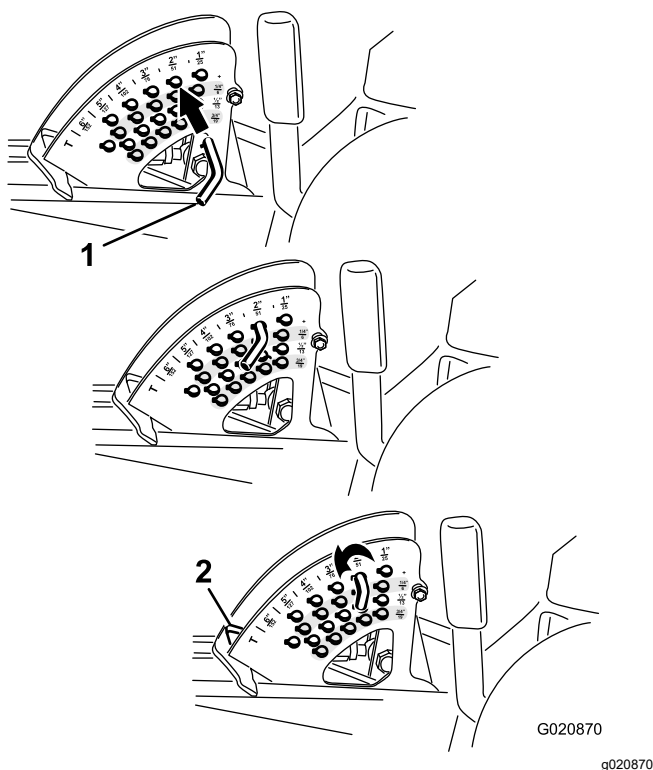

Figure 12
2. Tournez la goupille de butée jusqu'à ce que la goupille cylindrique située à l'intérieur soit en face des trous du support de hauteur de coupe et retirez-la (Figure 12).
3. Placez la goupille dans le trou du support correspondant à la hauteur de coupe voulue et tournez-la pour la verrouiller en place (Figure 12).
Remarque: Il y a 4 rangées de trous (Figure 12). La première rangée donne la hauteur de coupe indiquée au-dessus de la goupille. La deuxième rangée donne la hauteur indiquée plus 6 mm. La troisième rangée donne la hauteur indiquée plus 12 mm. La dernière rangée donne la hauteur indiquée plus 18 mm. Un seul trou, situé dans la deuxième rangée, correspond à la hauteur 15,8 cm. Il n'ajoute pas 6 mm à la hauteur de 15,8 cm.